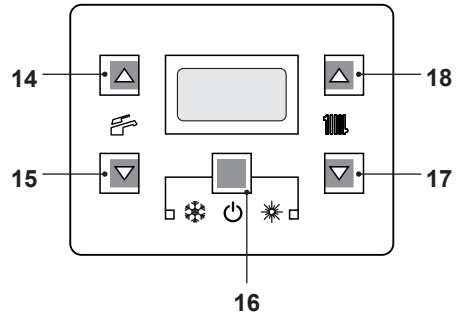
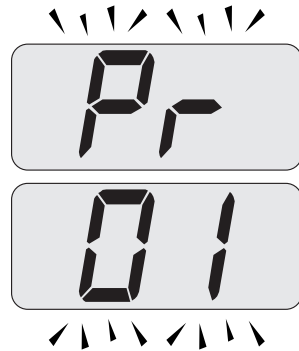
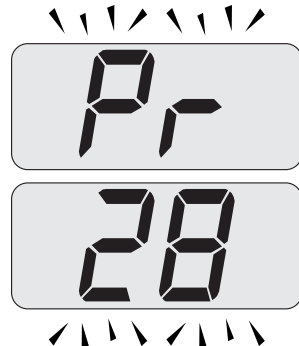
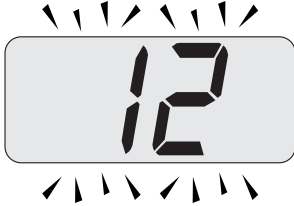

Figura 9.1
Figura 9.2
Figura 9.3
Figura 9.4
• Entrare in "modalità programmazione" premendo contemporaneamente per 10 secondi i tasti 16 - 17 - 18 (Figura 9.1) fino a far apparire sul display LCD le lettere **Pr** che si alternano con il codice **01**, indicanti l'entrata nel "parametro 01" (Figura 9.2).
- Scorrere i vari parametri utilizzando i tasti 17 o 18 fino a far apparire sul display LCD le lettere **Pr** che si alternano con il codice **28**, indicanti l'entrata nel "parametro 28" (Figura 9.3).
e 18 (Figura 9.1) fino a far apparire sul display LCD il valore del parametro 28 (es. 12 valore di default) (Figura 9.4).
- Premendo il tasto 16 (Figura 9.1) si ottiene la conferma del valore inserito.
- Premendo contemporaneamente i tasti 16 e 17 (Figura 9.1) si esce senza modificare il valore (ritorno alla lista parametri Figura 9.3).
- Premendo contemporaneamente per 10 secondi i tasti 16 - 17 - 18 (Figura 9.1) si esce dalla "modalità programmazione".